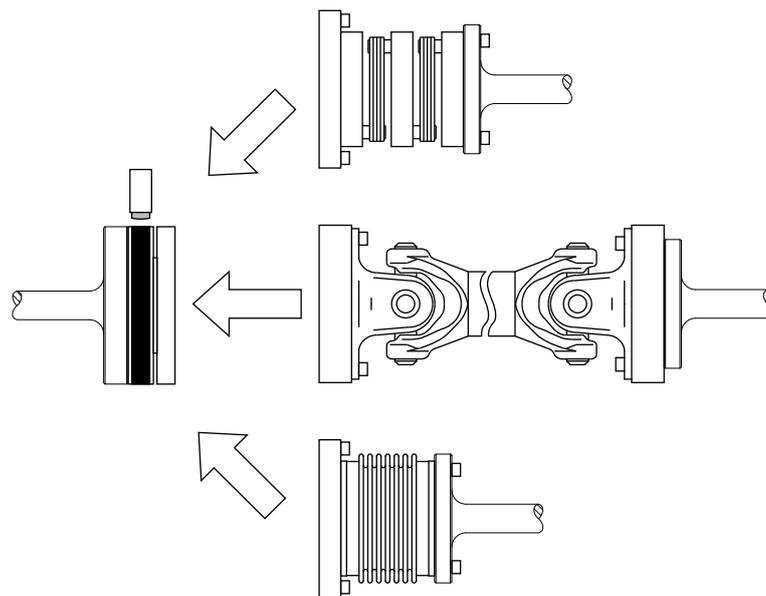

Figure 2-7 Solution qui permet un désalignement radial
3. Si le montage présente une légère erreur d'alignement radiale des axes, il faut utiliser un accouplement à soufflet, un arbre à cardan double ou un accouplement double à lamelles (*figure 2-7*). Ces éléments offrent deux degrés de liberté au système pour compenser le désalignement.